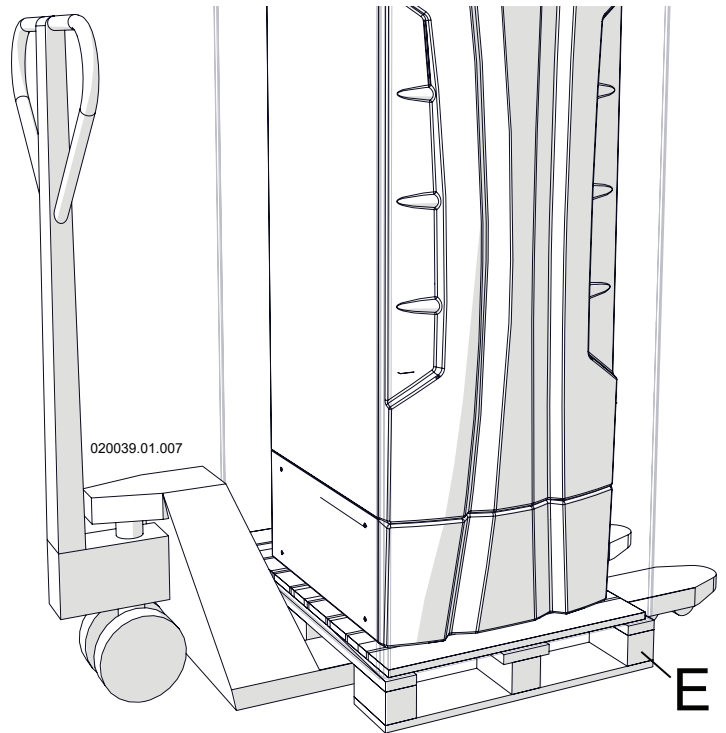

Figura 6-1 - Trasporto apparecchio
**ATTENZIONE!!!** Non rimuovere il pallet ("E" Figura 6-1) fino al posizionamento definitivo.